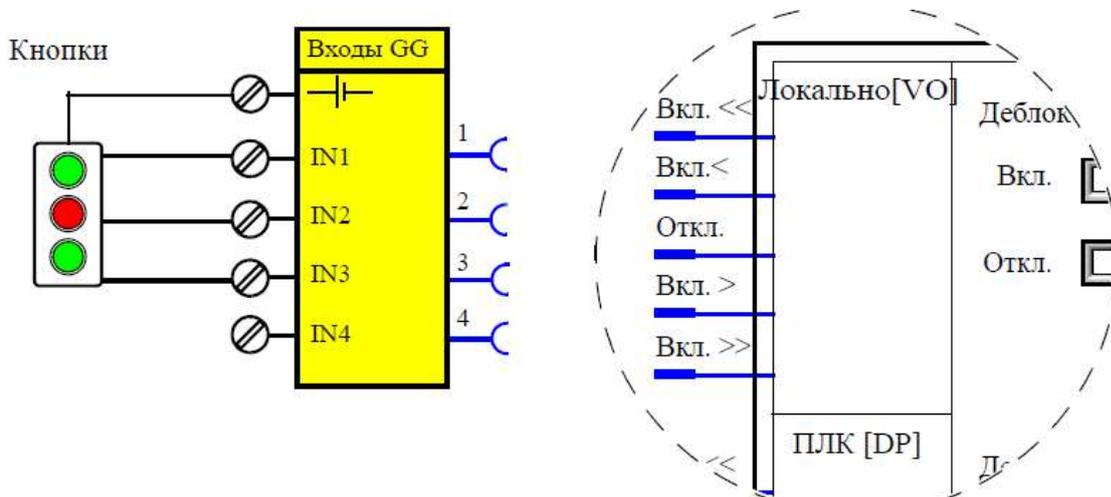

Рис. 2.6. Локальный пост управления
*Пост управления локальный* (рис. 2.6) – аппараты подачи команд обычно располагаются в непосредственной близости к двигателю и соединяются проводами с входами Simocode pro. Чтобы команды оказывали свое воздействие, необходимо произвести логическое сопряжение штекеров функционального блока «Посты управления» с любыми гнездами, обычно это функциональные блоки для базовых аппаратов или входы цифровых модулей базовых аппаратов (входы GG), (входы DM).